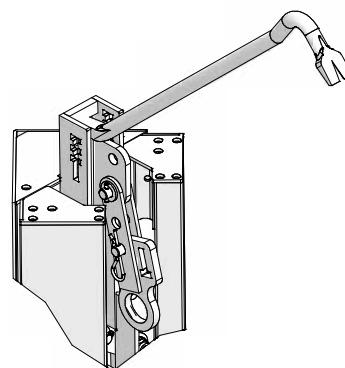

Abb. 33.5 C
- Um die Ausschalecke wieder in die Ausgangsposition zurückzubringen wird das Hebeisen am Punkt C (Abb. 33.5 C) angesetzt und nach